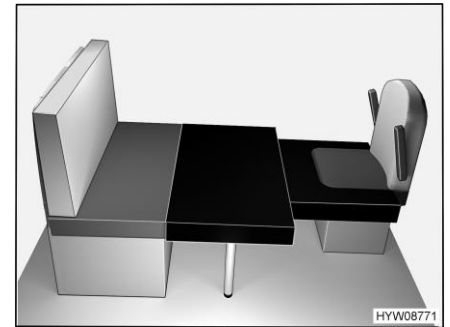

Bild 65 Nach dem Umbau
- Großes Zusatzpolster auf Tischplatte legen (Bild 65).
- Kleines Zusatzpolster auf Fahrersitz legen (Bild 65).